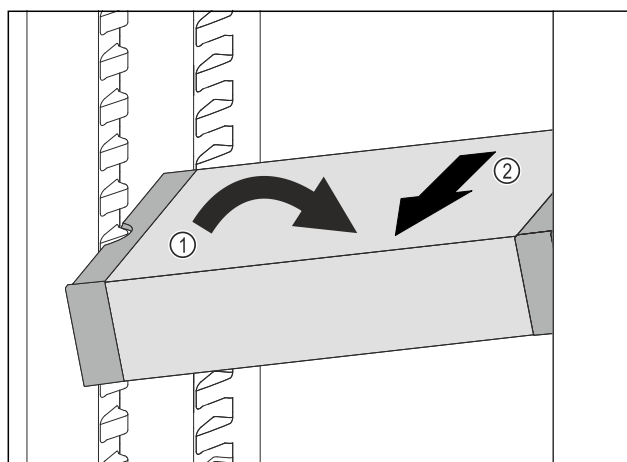

Fig. 111
- ▶ Impostare il vano frigorifero di VarioSafe ad angolo. Fig. 111 (1)
- ▶ Rimuovere VarioSafe tirando in avanti. Fig. 111 (2)